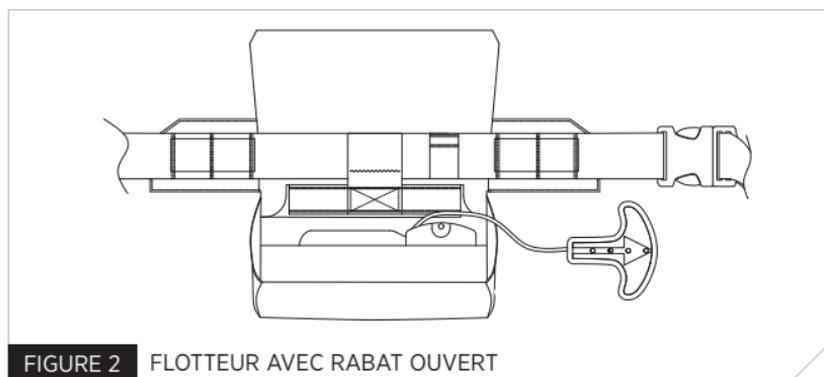

FIGURE 2 FLOTTEUR AVEC RABAT OUVERT
1. Placez votre dispositif de flottaison sur une surface plane de manière à ce que le logo soit vers le bas. Détachez le velcro et ouvrez le rabat pour accéder au système de gonflage (voir figure 2).